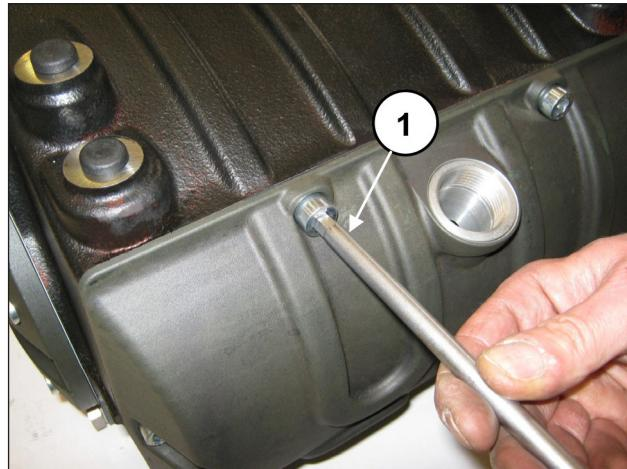

Fig. 2
Esvazie completamente a bomba do óleo, em seguida, realize a desmontagem da tampa do cárter (e relativo anel circular), soltando os seis parafusos M10 (pos. ①, Fig. 2).